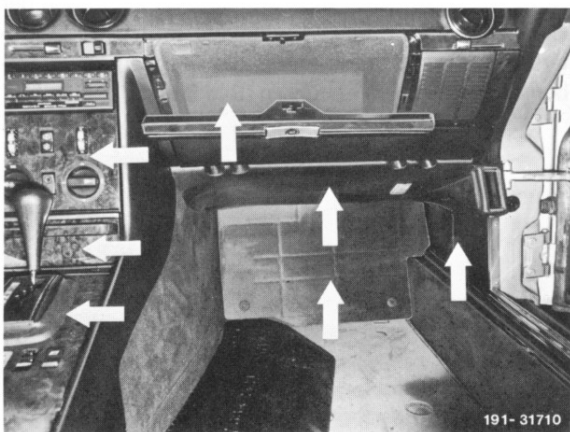

Bild 1
- 2 Verkleidungen (Pfeile) ausbauen (Bild 1).